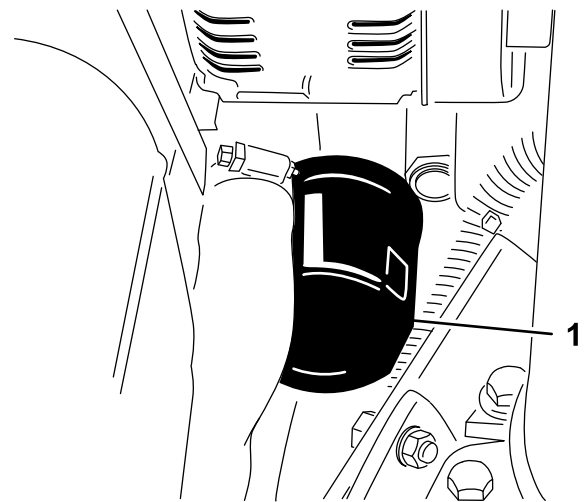

Figure 62
2. Enlevez le filtre à huile (Figure 62).